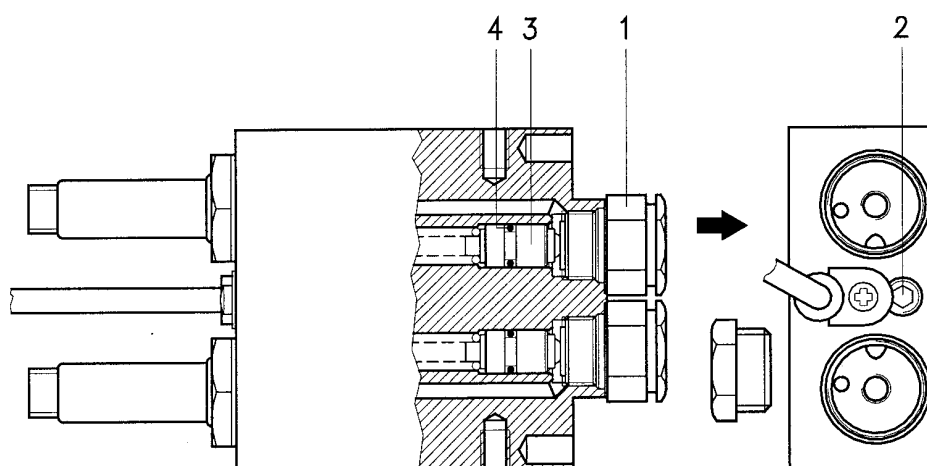

Рис. 32
ТЕХНИЧЕСКОЕ ОБСЛУЖИВАНИЕ БЛОКА КЛАПАНОВ (Рис. 32)
Аварийная остановка при розжиге	<ul style="list-style-type: none"> • форсунка загрязнена или деформирована • плохо отрегулированы электроды • дефект высоковольтных проводов • неисправен трансформатор розжига • сработало реле тепловой защиты двигателя вентилятора • не открывается соленоидный вентиль 1-й ступени на суппорте форсунок • из под поршеньков (3) (рисунок 32) просачивается топливо, которое не дает им открываться • неисправно фотосопротивление или блок управления • слишком низкое давление или температура • отделение пламени из-за избытка воздуха
Горелка не переходит на 2-ю ступень	<ul style="list-style-type: none"> • Разомкнут термостат 2-й ступени • неисправен или плохо отрегулирован серводвигатель • черная рукоятка серводвигателя установлена в неправильном положении • не открывается соленоидный вентиль 2-й ступени на суппорте форсунок • из под поршеньков (3) (рисунок 32) просачивается топливо, которое не дает им открываться